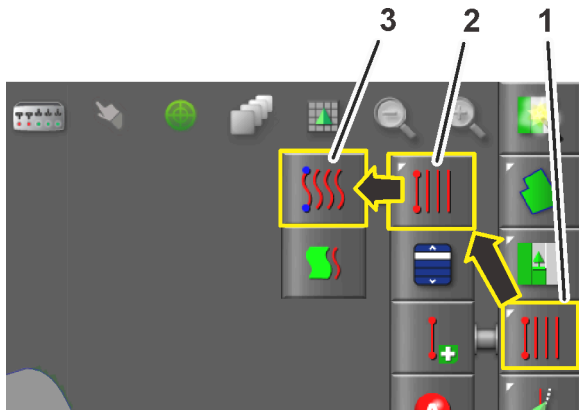

Bild 14
1. Schalten Sie den Leitlinientyp auf eine gebogene Leitlinie um (Bild 14).